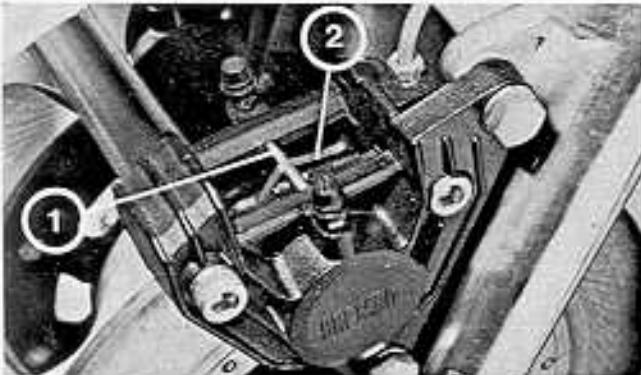
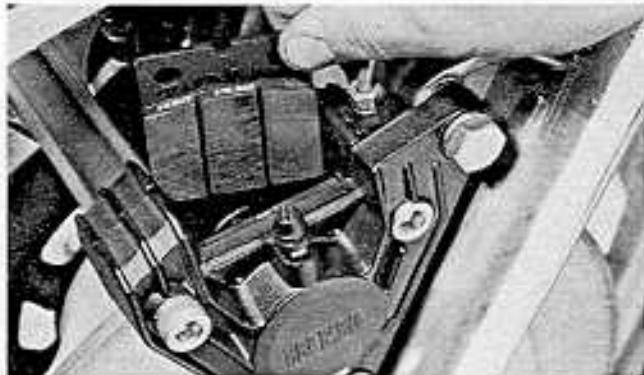

Fig. 189
Fig. 190
- Togliere la spina (1) e la molletta (2) di posizionamento (Fig. 189); estrarre le pastiglie facendo bene attenzione a non confonderle tra di loro (ognuna di esse deve infatti, se in buone condizioni, venire rimontata nella propria posizione originale) (Fig. 190).
- Remove the pin (1) and the spring clip (2) (Fig. 189). Withdraw the pads. Take care not to mix the pads in order to ensure correct replacement (if the pads are in good condition they should be fitted in the original locations) (Fig. 190).